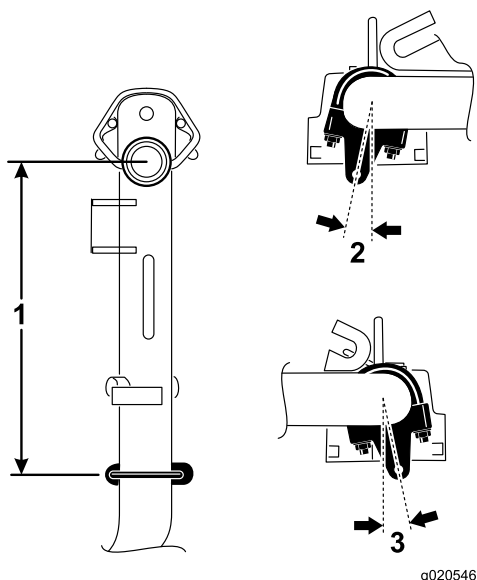

Figura 4
1. Sui bracci di sollevamento n° 1, n° 4 e n° 5, posizionate le staffe della catena e i bulloni a U a una distanza di 38 cm dietro la linea centrale dello snodo di articolazione (Figura 4).
2. Sui bracci di sollevamento n° 1 e n° 5 le staffe dovranno essere ruotate verso destra di 10 gradi dalla posizione verticale (Figura 4).
3. Sul braccio di sollevamento n° 4 la staffa dovrà essere ruotata verso sinistra di 10 gradi dalla posizione verticale (Figura 4).